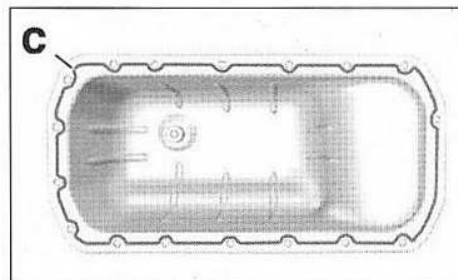

FIG.18
- Appliquer soigneusement un cordon de pâte d'étanchéité (c) sur le plan de joint du carter d'huile (Fig.18).